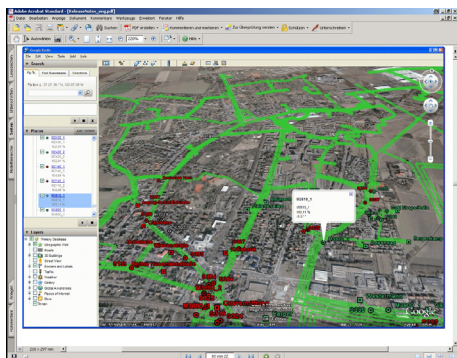

Abbildung 3: Export Google Earth
- Import/Export: Grafiken (div. Dateiformate), Google Earth (siehe Abb. 3)